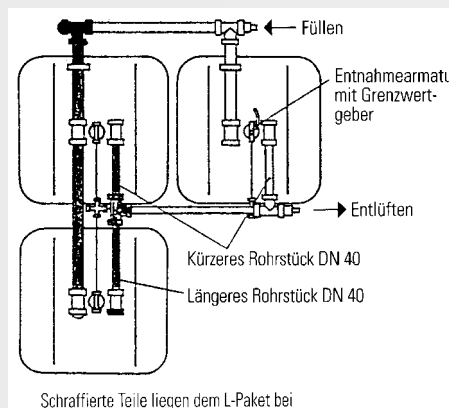

Abb. 9: Winkelaufstellung 600 I, 750 I und 1000 I
Das Sonderentlüftungsrohr aus dem L-Paket ist mit unterschiedlich langen Rohrstücken mit dem T-Stück verschraubt. Das Entlüftungsrohr ist so zu montieren, dass das längere Rohrstück nach der Seite zeigt, bei der in der danebenliegenden Tankreihe Tanks fehlen (siehe Abb. 9).
4.2. Die freien Öffnungen am Kreuzstück sind mit einer Verschlusskappe DN 8 zu verschließen (siehe Abb. 9).